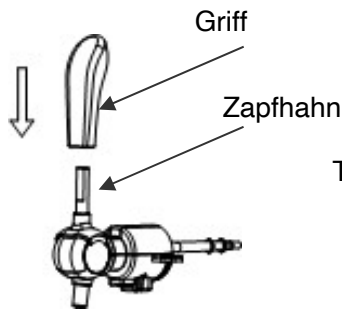

Abbildung 3
2. Schließen Sie den Griff an den Zapfhahn an, vergewissern Sie sich, dass die beiden Enden perfekt zusammenpassen. (wie auf der Abbildung 3 dargestellt)